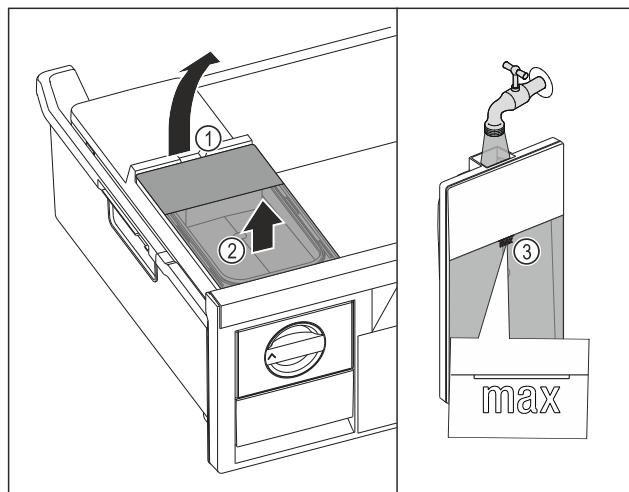

Fig. 128
- Повдигнете резервоара за вода при прореза Fig. 128 (1).
- Извадете резервоара за вода нагоре. Fig. 128 (2)
- Напълнете резервоара за вода до маркировката Fig. 128 (3) с питейна вода.